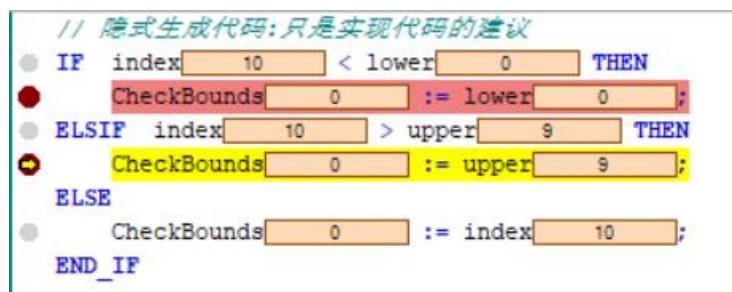

图 16.18 数组越界，程序跳至断点处
- 运行程序，当检测到数组越界后，进入断点，如图 16.18 所示；